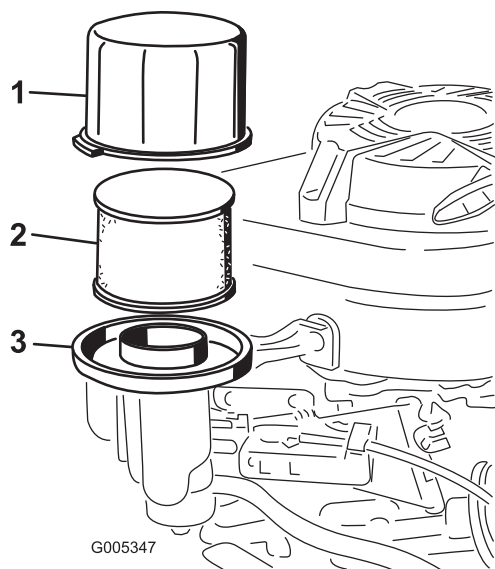

Bild 21
3. Entfernen Sie die Abdeckung und reinigen Sie sie gründlich (Bild 21).
4. Nehmen Sie den Schaumvorfilter und den Papierluftfilter aus dem Luftfilterunterteil heraus (Bild 21).